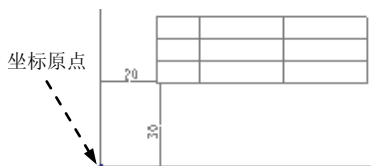

图 6.3.6 移动表格至要求位置
Step3. 单击 **确定** 按钮,完成表格移动操作,表格移动结果如图 6.3.6 所示。